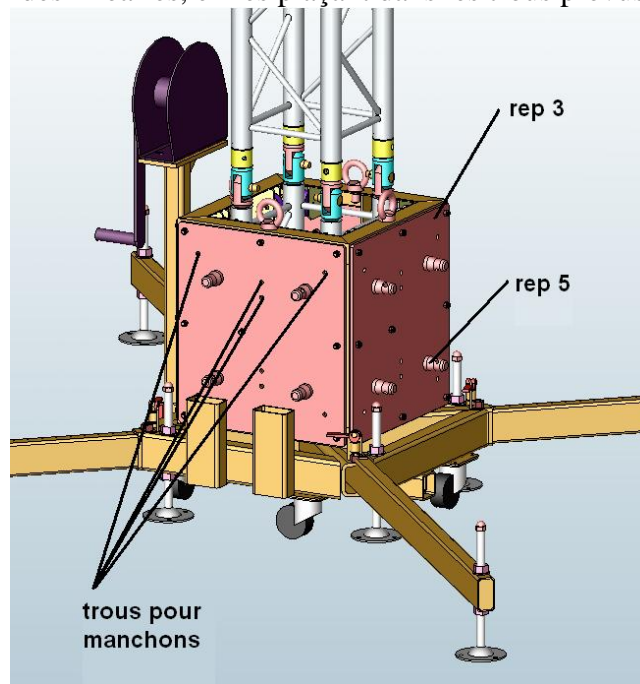

fig.5
- a) Changer la disposition des manchons mâles (rep 5) des chariots élévateurs (rep 3) en fonction des linéaires, en les plaçant dans les trous prévus à cet effet. (fig.5)